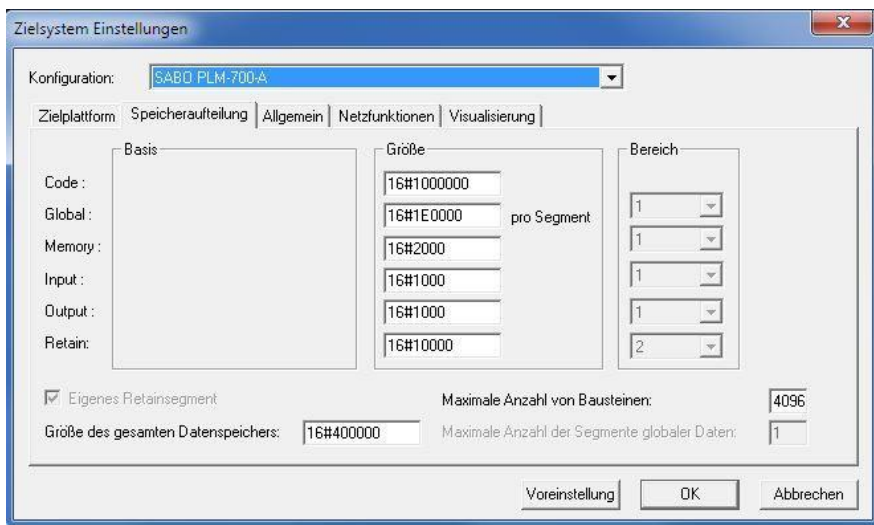

Abb. 4-3: Zielsystem Einstellungen → Speicheraufteilung
- Die Einstellungen unter *Zielsystem Einstellungen* → *Speicheraufteilung* hängen vom speziellen PLM-System ab. Normalerweise können Standardwerte eingestellt werden (siehe Abb. 4-3). Bei Steuerungen mit Display können die einzutragenden Werte ermittelt werden, indem der Betriebsartenschalter in Stellung *S* (Stop) gebracht wird und die Steuerung neu gestartet wird. Im Display der Steuerung werden nun u.a. die Werte *Datamemory*, *Codememory* und *Bausteine* angezeigt. Tragen Sie diese wie folgt ein: